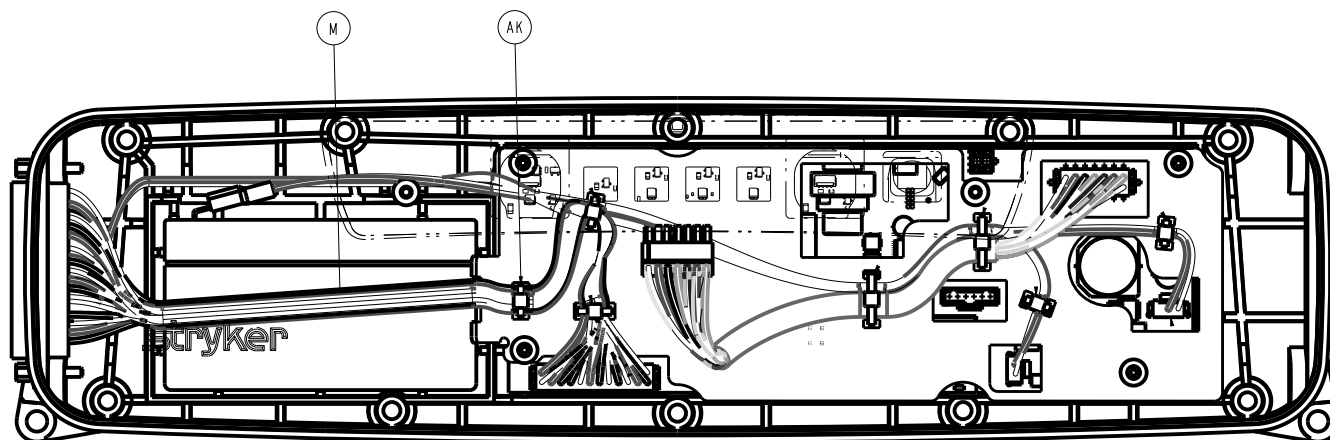

Figure 6 – Remplacement de la batterie (côté gauche)
9. À l'aide d'une pince coupante diagonale, couper le serre-câble (3000-300-114) (AK) qui permet de fixer le câble avec connecteur à 37 broches (M) au plateau d'acheminement des câbles (Figure 6). Jeter le serre-câble.